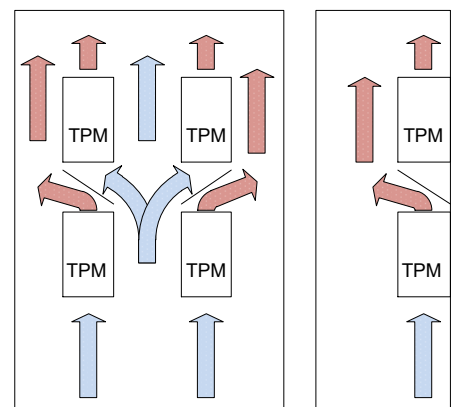

Рис. 11
- При установке регуляторов друг над другом между ними должно быть не менее 15см свободного пространства и дополнительно установлен дефлектор для отвода горячего воздуха (см. рис. 11).
**ВНИМАНИЕ!** при повышении температуры окружающей среды уменьшается максимальная допустимая мощность нагрузки регулятора (см. рис. 11).